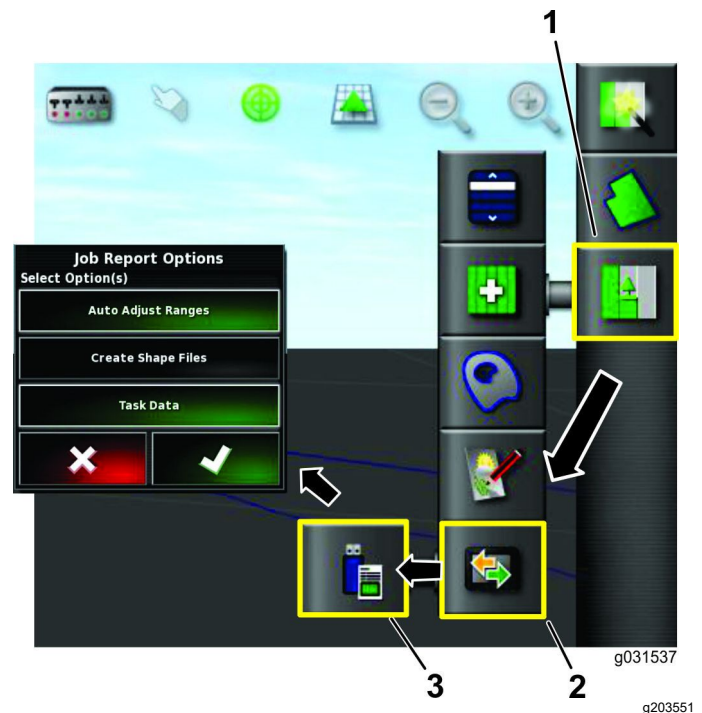

Bild 89
3. Tippen Sie auf das Jobmenü-Symbol (Bild 89).
4. Tippen Sie auf das Symbol für den Datenaustausch (Bild 89).
5. Wählen Sie das Symbol „Jobbericht zu USB exportieren“ (Bild 89).